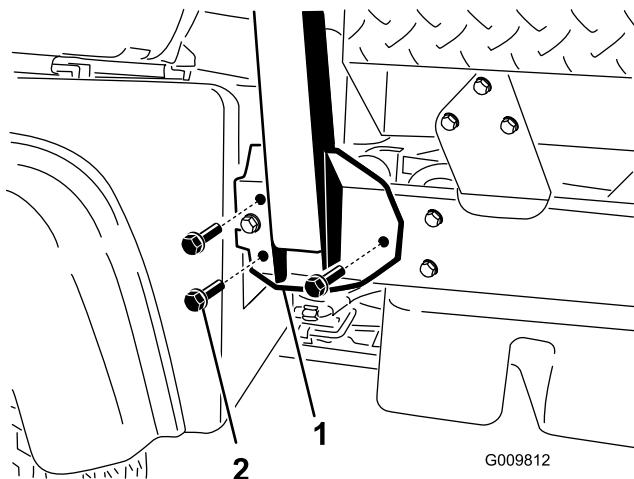

図4
1. ROPSの両サイドを車両フレーム側面の取付け穴に揃える(図4)。